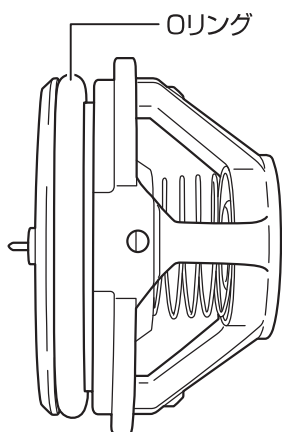
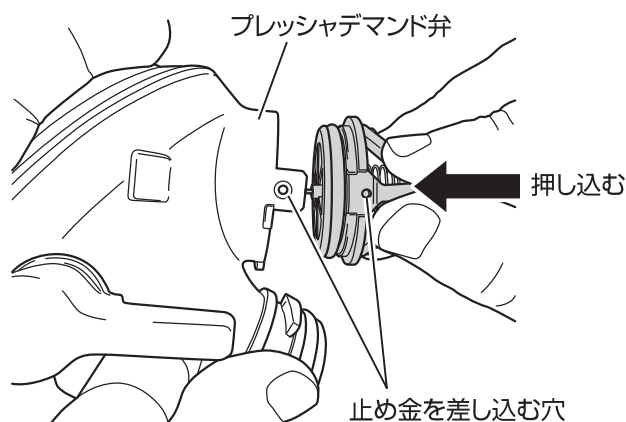

図 48 呼気弁セット
図 49 呼気弁セットの取り付け向き
- ・ 呼気弁セットのOリングがある側をプレッシャデマンド弁に向け、それぞれについている、止め金を差し込む穴が合うように押し込み、取り付けてください。（図 48、図 49 参照）